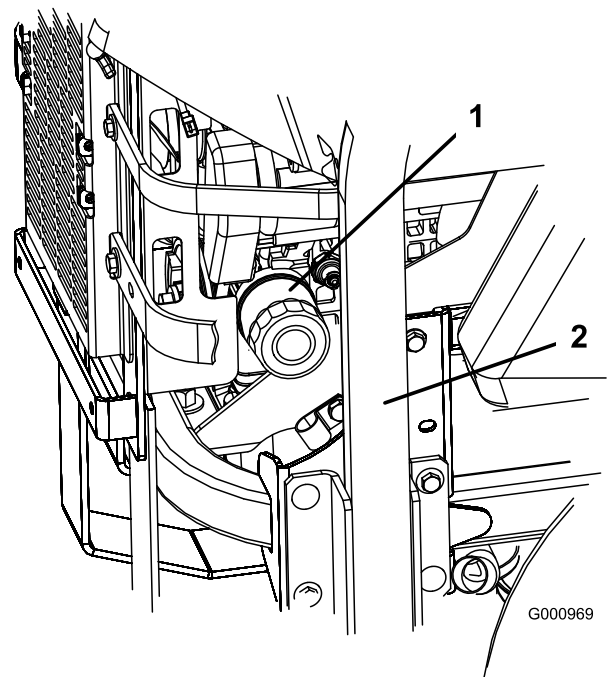
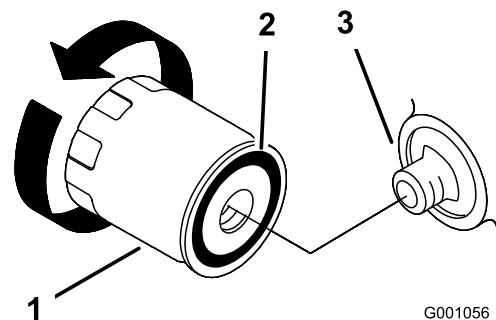

Figure 41
Figure 42
2. Tournez le filtre dans le sens anti-horaire pour le déposer (Figure 41 et Figure 42).